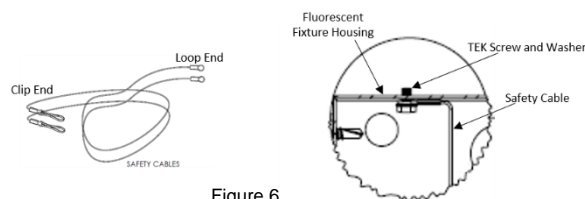

Figure 6
7. Pour les luminaires de 4 pi, rattacher l'extrémité de la boucle des câbles de sécurité en dessous du boîtier de luminaire existante à environ à 5 po de chaque extrémité du boîtier en utilisant les vis Tek et rondelle incluses (Fig. 6). Pour les luminaires de 8 pi, rattacher également les deux câbles de sécurité additionnels à 5 po de chaque côté du centre du boîtier.